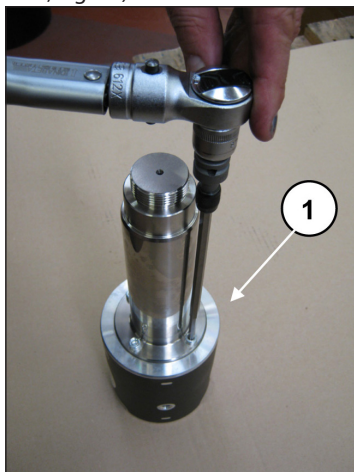

Fig. 41
Para separar el vástago de la guía del pistón, es necesario aflojar los tornillos de cabeza cilíndrica M6 con la llave específica (pos. ①, Fig. 41).